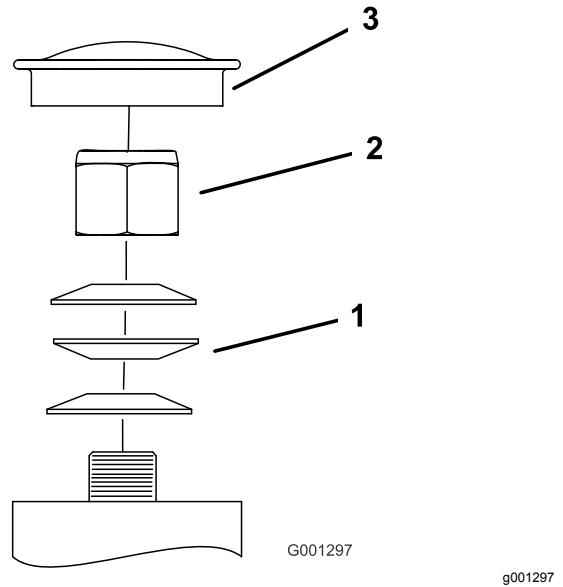

Figure 59
3. Retirez le capuchon protecteur de la roue pivotante et serrez le contre-écrou (Figure 59).
4. Continuez de serrer le contre-écrou jusqu'à ce que les rondelles élastiques soient aplatis, puis desserrez-le d'un quart de tour pour obtenir la précharge correcte des roulements (Figure 59).
Important: Veillez à placer les rondelles élastiques comme montré à la Figure 59.
5. Remettez le capuchon protecteur en place (Figure 59).